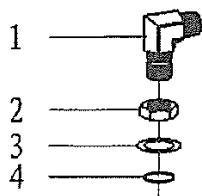

Fig19.
8.8.6 Bend adaptor(9/16-18UNF) (Fig19. Table19)